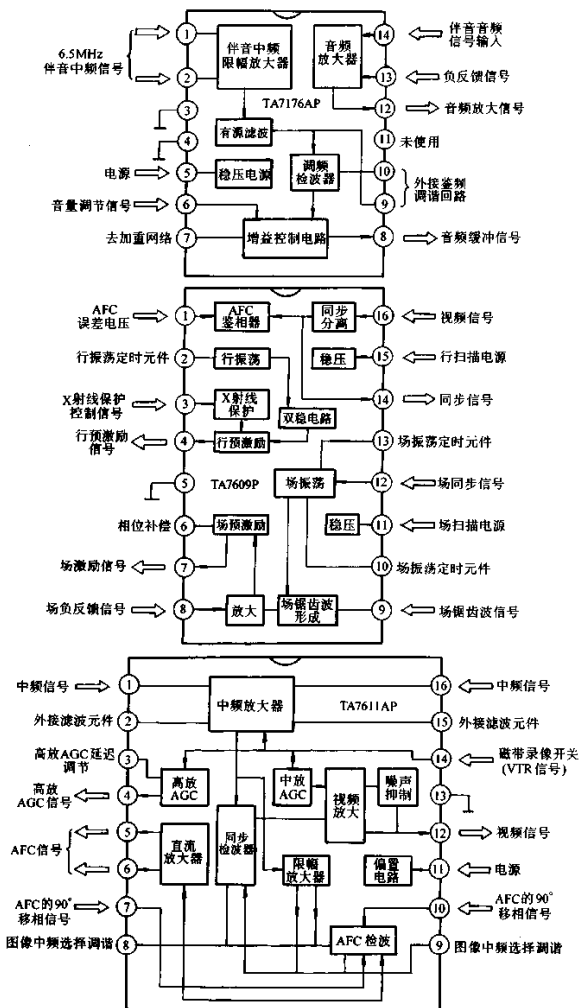

图 4-40 D (TA) 系列三片机集成电路
如图 4-40 所示是 D (TA) 系列三片机集成电路内部电路框图。
(2) μ PC 系列三片机。这种机芯中采用集成电路 μ PC1366C 作为中频放大器，集成电路 μ PC1353C 或 AN355 作为伴音电路，集成电路 μ PC1031H 作为场扫描电路，而其行扫描电路采用分立元器件电路。